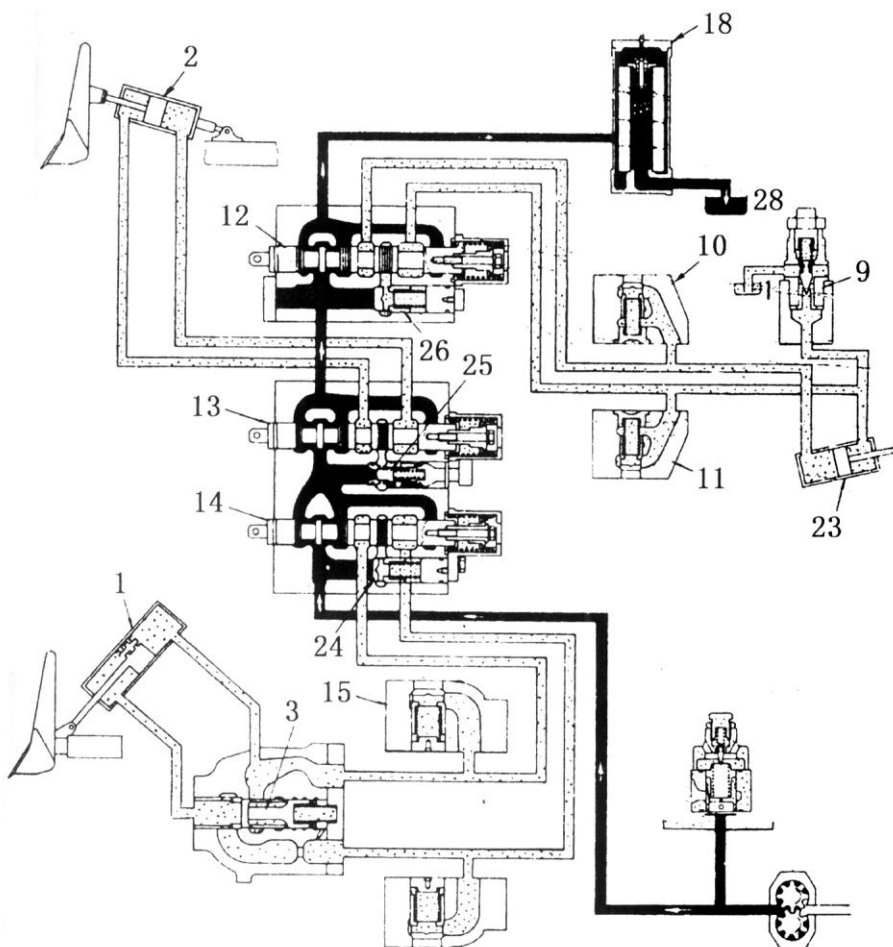

Рис. 5-59.
(2) Гидравлическая система рабочего оборудования (Рис. 5-59)